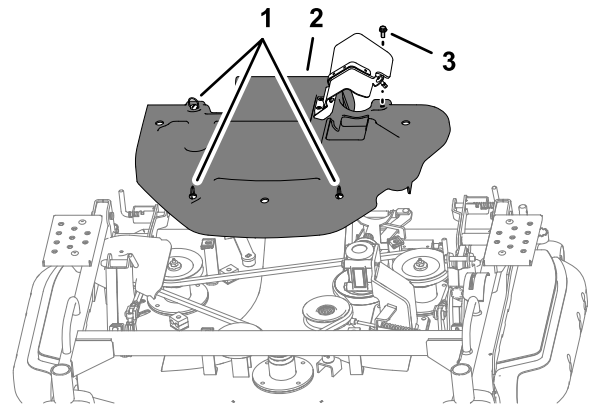

Figura 116
1. Rotii elementele de fixare cu rotire 3 sferturi de tură în sens invers acelor de ceasornic (Figura 116).
punii mainii de tuns iarba; consultai Figura 116 din Îndepărtarea capacului curelei (Pagină 77).
3. Montai urubul din capacul curelei la piulia cu clemă a punii mainii de tuns iarba; consultai Figura 116 din Îndepărtarea capacului curelei (Pagină 77).